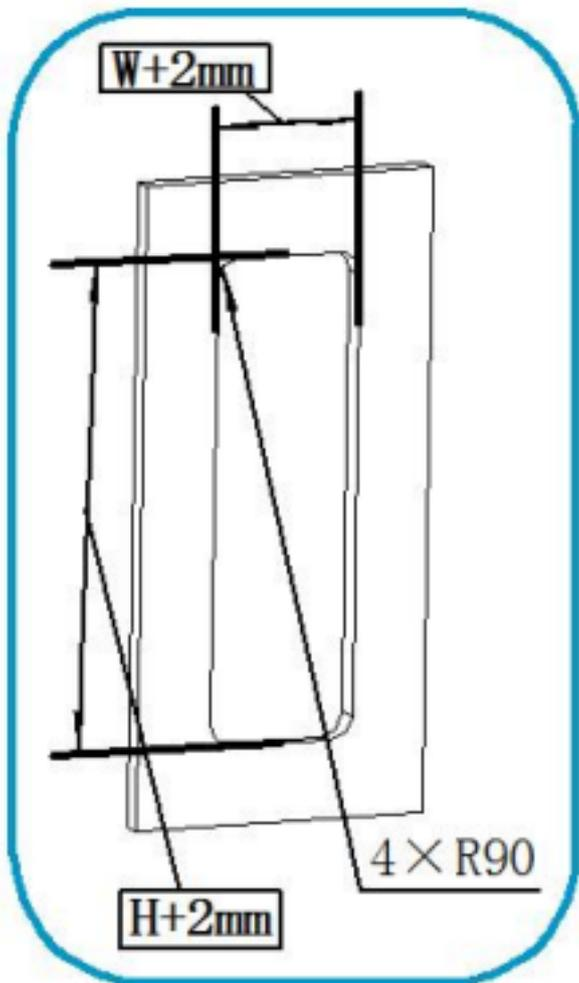

図 1
1. 1800×580のドア仕様により、車体には1802×582の穴があり、周囲の円弧はR90mmです。(図1)